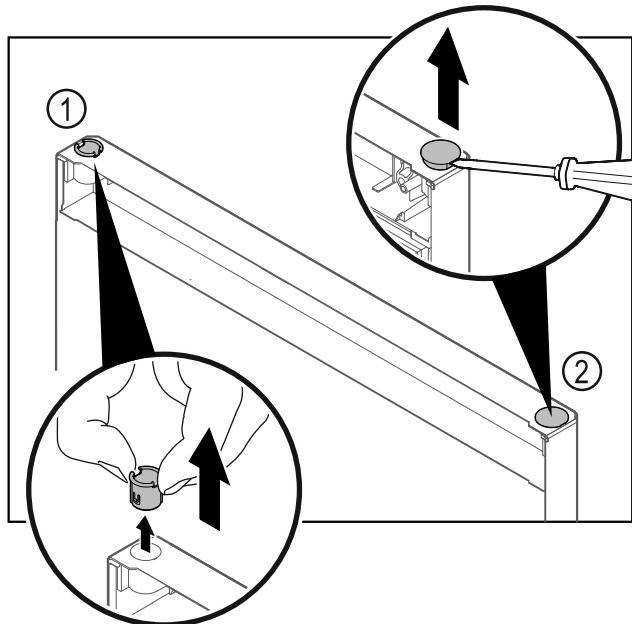

Fig. 11
- Pušo tečaja Fig. 11 (1) snemite s prsti.
- S ploščatim izvijačem previdno dvignite krovni čep Fig. 11 (2) in ga izvlecite.